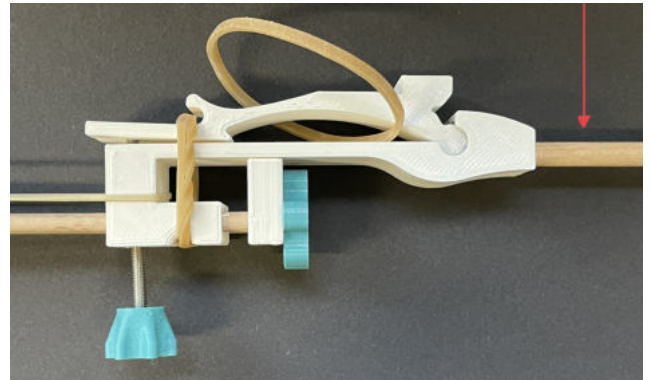

Abb. 23: Das Leitwerk wird mit dem Rumpf verbunden.
- (1) Stecke das Rundholz des Leitwerks in das verbliebene Loch im Rumpfstück (Abbildung 23).
- (2) Achte darauf, dass das Leitwerk genau gerade ausgerichtet ist.